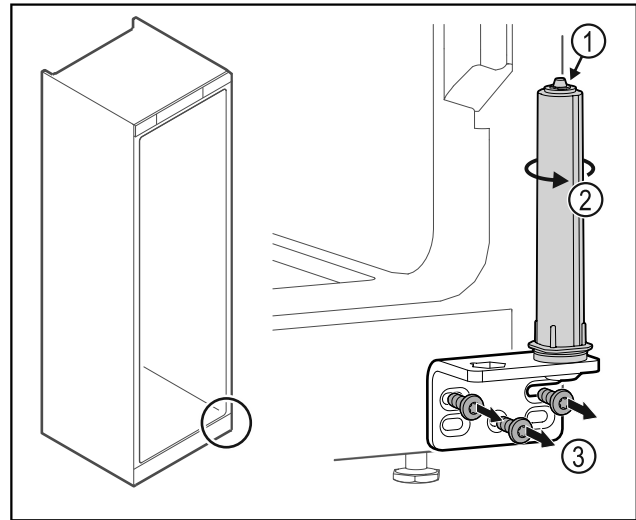

Fig. 32
- ▶ Deursluitsysteem niet uit elkaar halen Fig. 32 (1).
- ▶ Sluitsysteem Fig. 32 (2) draaien tot het klikt.
- ▶ Scharnierhoek Fig. 32 (3) losschroeven.